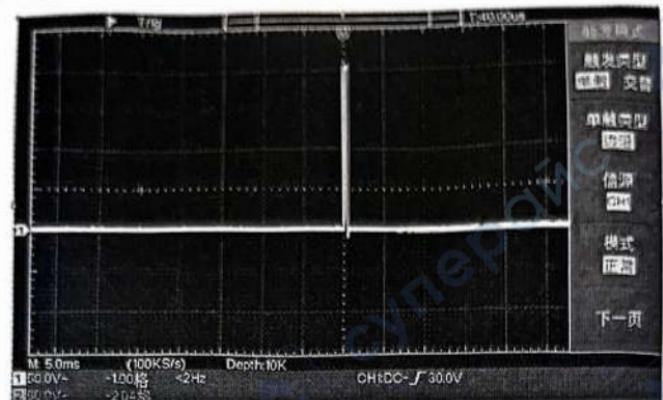

图 6-3：捕捉单次信号
- (2) 调整 垂直 档位 和 水平 档位 旋钮，为观察的信号建立合适的垂直与水平范围。
- (3) 按 采样 按键，右侧显示采样菜单。
- (4) 在右侧菜单中，选择 采集模式 为 峰值检测。
- (5) 按 触发菜单 按键，右侧显示触发菜单。
- (6) 在右侧菜单中，选择 触发类型 为 单触。
- (7) 在右侧菜单中，选择 单触类型 为 边沿。
- (8) 在右侧菜单中，选择 信源 为 CH1。
- (9) 在右侧菜单中按 下一页，选择 耦合 为 直流。
- (10) 在右侧菜单中，选择 斜率 为  (上升)。
- (11) 旋转 触发电平 旋钮，调整触发电平到被测信号的中值。
- (12) 若屏幕上上方 触发状态指示 没有显示 Ready，则按下 Run/Stop (运行/停止) 按键，启动获取。等待符合触发条件的信号出现。如果有某一信号达到设定的触发电平，即采样一次，显示在屏幕上。利用此功能可以轻易捕捉到偶然发生的事件，例如幅度较大的突发性毛刺：将触发电平设置到刚刚高于正常信号电平，按 Run/Stop (运行/停止) 按键开始等待，则当毛刺生时，机器自动触发并把触发前后一段时间的波形记录下来。通过旋转面板上水平控制区域的 水平位移 旋钮，改变触发位置的水平位移可以得到不同长度的负延迟触发，便于观察毛刺发生之前的波形。见图 6-3。